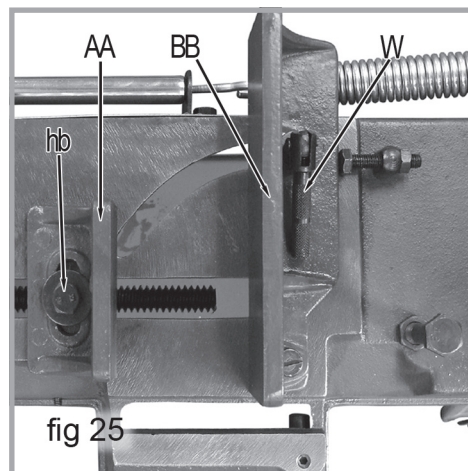

fig 25
3. Tournez la poignée de l'étau dans le sens antihoraire jusqu'à ce qu'il y ait suffisamment de place pour que votre pièce de travail puisse s'insérer entre la plaque coulissante de l'étau (AA, fig 25) et la plaque de coupe d'onglets (BB, fig 25).
4. Localisez le boulon M10 x 30 à tête hexagonale (hb. Figure 25).